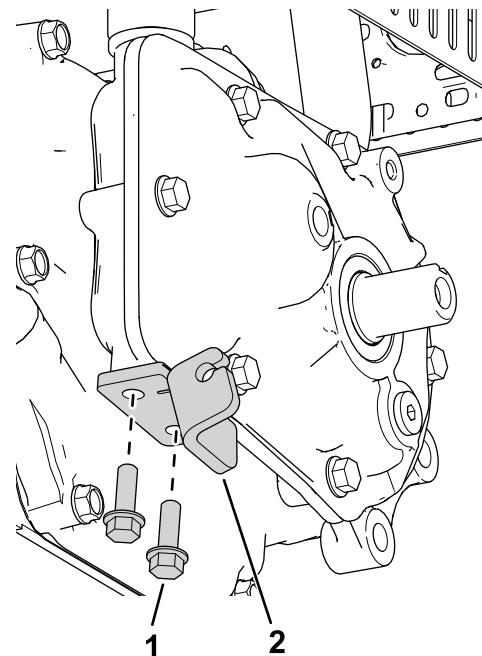

Figura 1
1. Montate la piastra della frizione con 2 bulloni ($\frac{1}{4}$ " x $\frac{3}{4}$ ") come illustrato nella Figura 1.